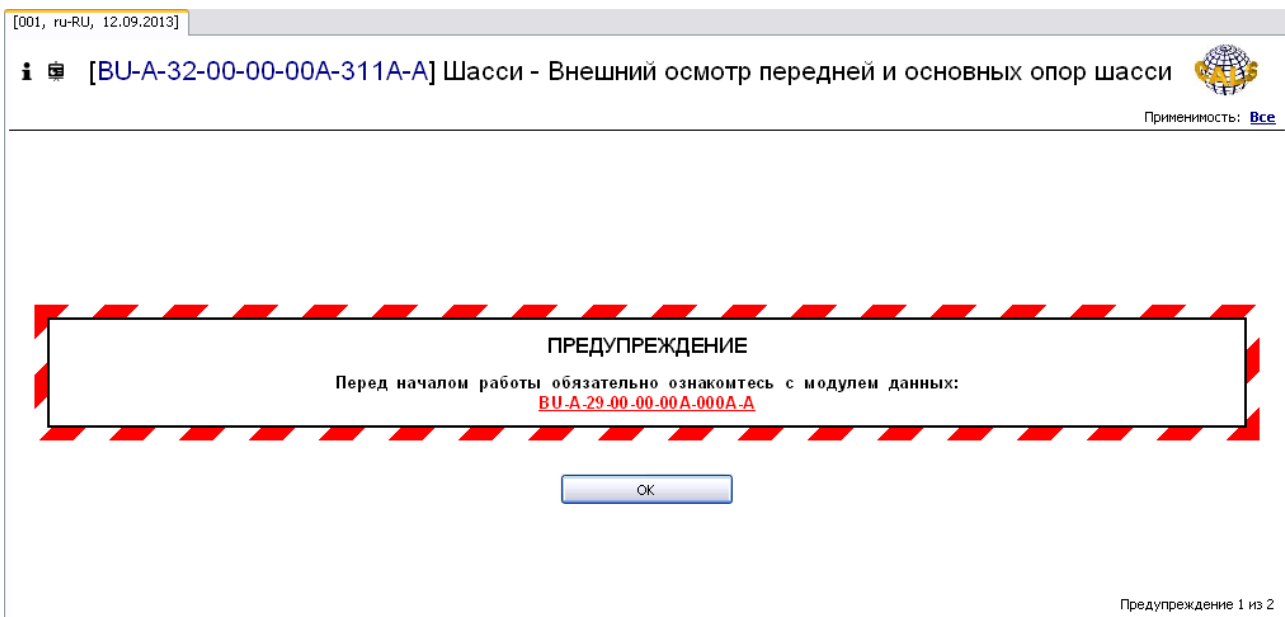

Рис. 7.73
5. В левом окне на вкладке **Структура** найдите название техкарты и щелкните по нему левой кнопкой мыши. В правом окне последовательно появятся все записи вида «Предупреждение» и «Внимание», введенные на вкладке **Меры безопасности и персонал** (Рис. 7.73).